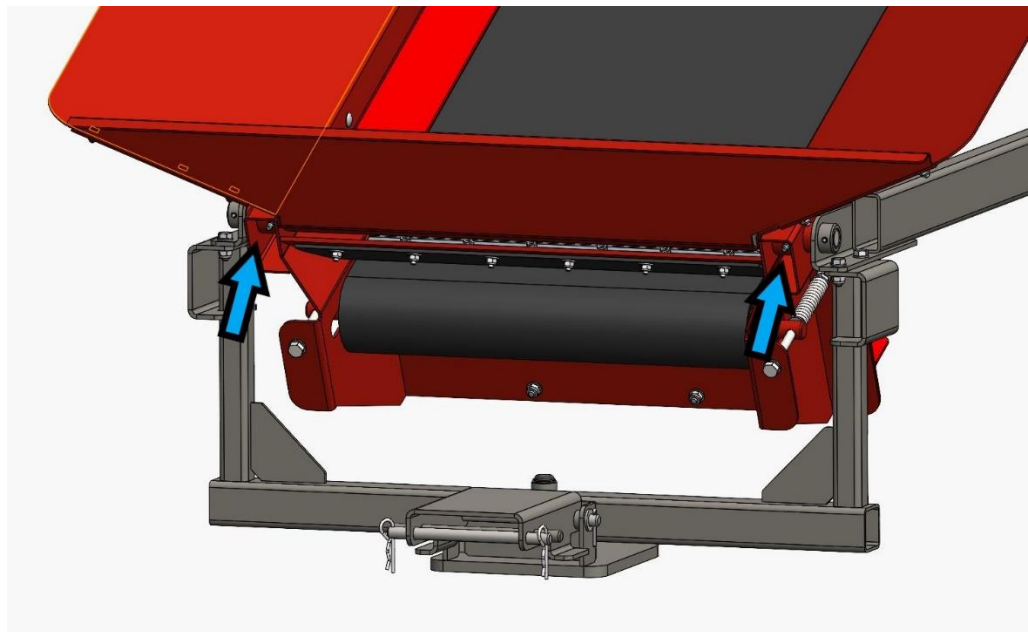

Abb. 9.
1. Schmiernippel der unteren Rolle (2 St. in Abbildung 9).